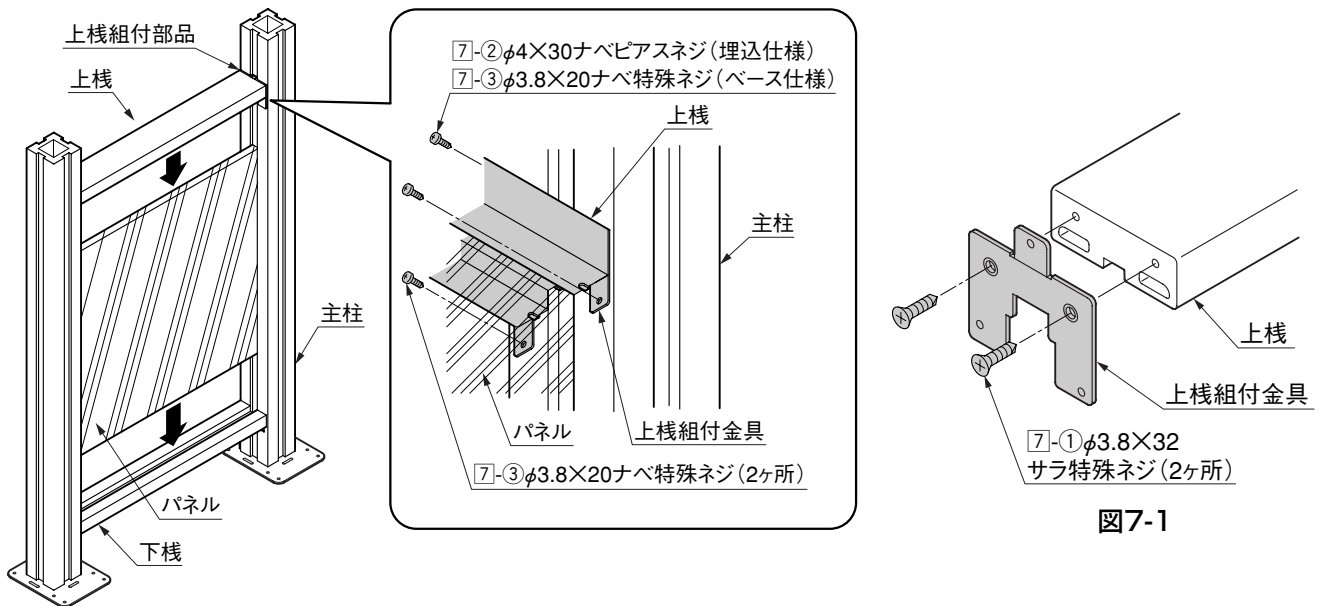

図7-1
- 1 上棧に上棧組付金具を[7]-①で固定してください。(図7-1参照)
- 3 ベース柱の場合、片側3ヶ所のネジ位置すべてにφ2.5の下孔をあけ、[7]-③で固定してください。
- 4 埋込柱の場合は、柱溝部のネジ位置のみφ4.5の下孔をあけ、[7]-②で固定してください。他はベース柱と同様です。